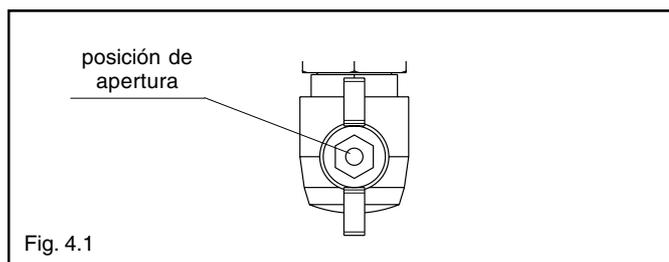

Fig. 4.1
- abrir la llave del gas para poder permitir la entrada del gas a la caldera (fig. 4.1)